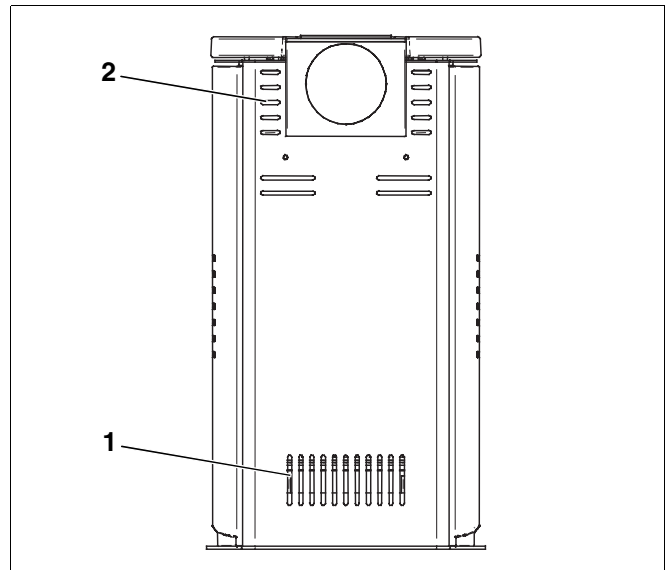
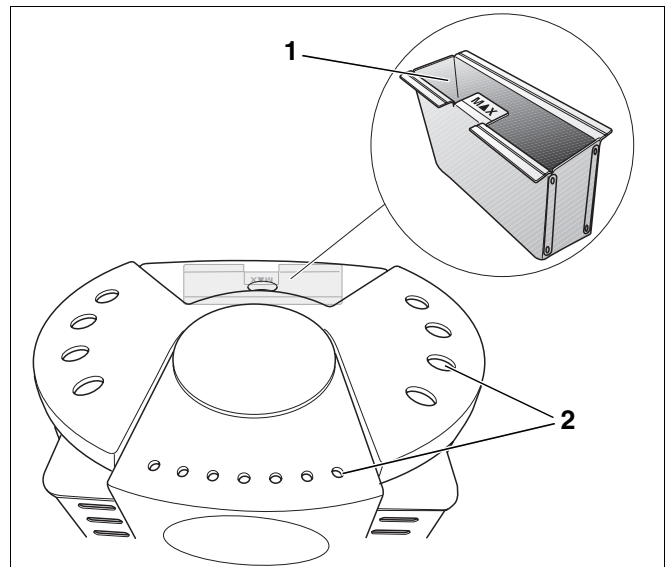

Abb. 4 Konvektionsluft
Abb. 5 Luftbefeuchter (unter der Abdeckkachel)
- Konvektionslufteintritte (Abb. 4, **Pos. 1**) und -austritte (Abb. 4, **Pos. 2** und Abb. 5, **Pos. 2**)